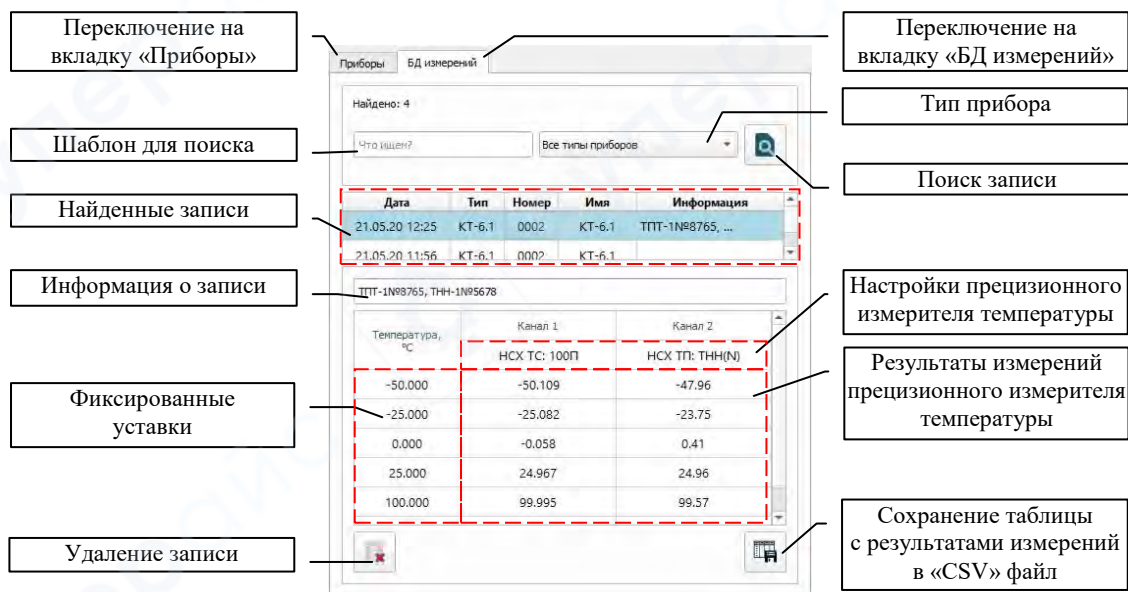

Рис. 8
4.3.6 Вкладка «БД измерений», рис. 8.